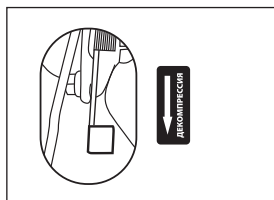

Рис. 9
8. Переведите рычаг декомпрессора в положение «ВНИЗ» (рис. 9). Он вернется в исходное положение после попытки запуска.
При необходимости вновь переведите рычаг декомпрессора в положение «ВНИЗ» (рис. 9) и повторите попытку запуска двигателя.